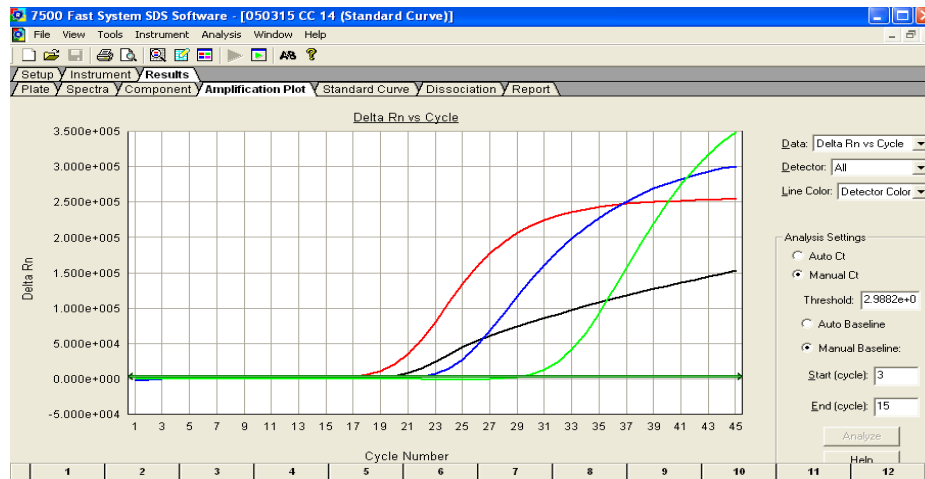

Figura 13.- Muestra positiva a Influenza A (H1N1)pdm09.
- a) **Influenza A(H1N1)pdm09.** Cuando se observe la amplificación o las curvas sigmoideas de los cuatro marcadores, (ver figura 13):